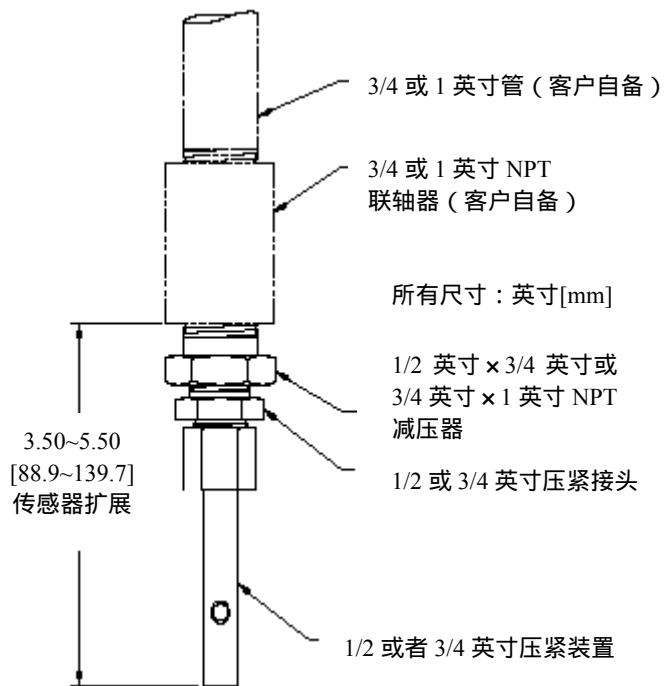

图 2-4 浸入式安装详图
1. 将压紧接头组件倒置于传感器上，这样更长的螺纹部分将朝向传感器的电缆端（如图 2-4）。